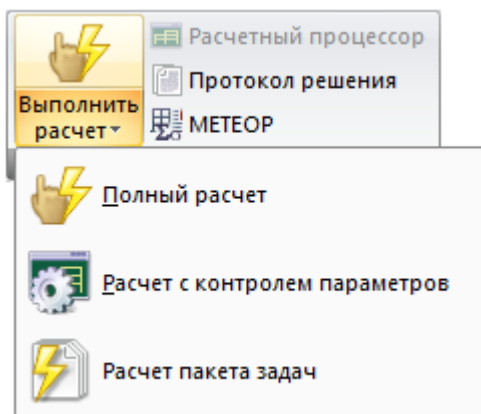

Рис. 71. Раскрывающийся список
**Выполнить расчет** (рис.71) – раскрывающийся список, который содержит операции по изменению параметров расчета для текущей задачи, предлагаемых по умолчанию, загрузка данных по текущей задаче в расчетный процессор, непосредственно само выполнение расчета и запуск нескольких задач на расчет.